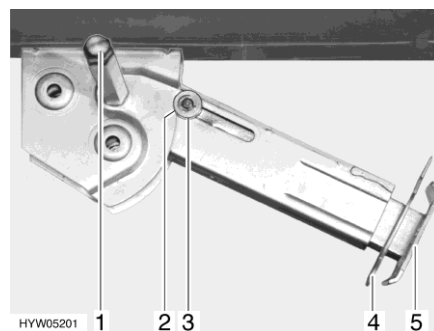

Bild 42 Stödben
- Placera hylsnyckeln på sexkanten (Bild 42,1) och vrid runt den tills stödbenet står rakt neråt.
- Drag ut sprinten (Bild 42,4) ur stödbensförlängningen (Bild 42,5).
- Placera hylsnyckeln på sexkanten (Bild 42,1) och vrid runt den tills stödbenet inte längre sitter mot marken.
- Skjut in stödbensförlängningen (Bild 42,5) helt och sätt in sprinten (Bild 42,4) i borrhålet på stödbensförlängningen.
- Vrid på sexkanten (Bild 42,1) med hylsnyckeln tills stödbenet har svängts upp och styrbrickan (Bild 42,3) befinner sig längst upp i skåran (Bild 42,2).